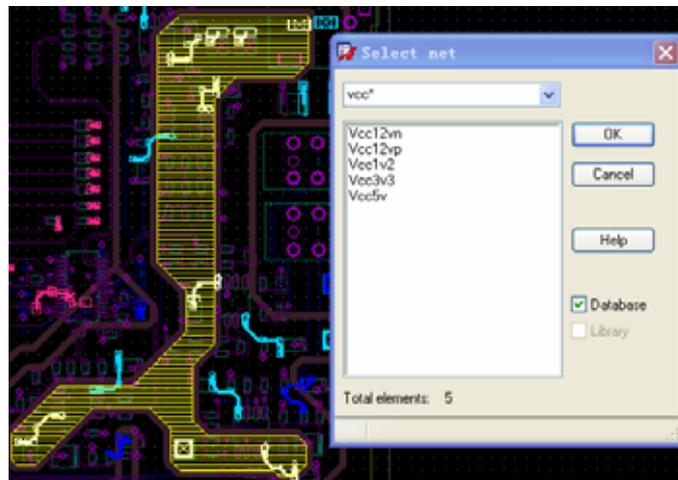

图 9-21 高亮显示其中的一块铜皮
(20) 单击 Create 按钮，弹出 Select net 对话框。同时高亮显示其中的一块铜皮，如图 9-21 所示。